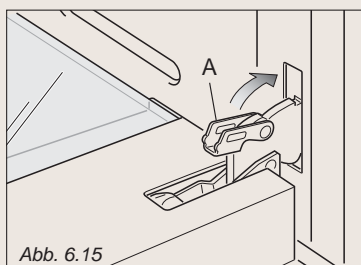

Abb. 6.15
4. Schließen Sie die Hebel "A" am linken und rechten Scharnier, wie Abb. 6.15 zeigt.